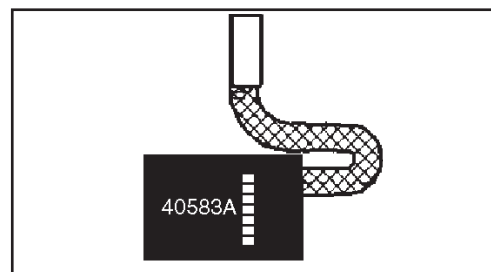

Figure 14
2. Inspectez les balais de charbon. Remplacez les deux balais si l'un d'entre eux n'a plus qu'une épaisseur de 3/8", ou a atteint l'indicateur d'usure. Voir Figure 14.